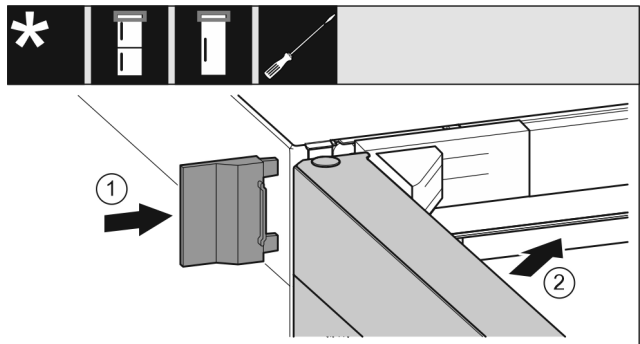

Fig. 65
- ▶ Tolja fel a külső fedelet Fig. 65 (1).
- ▶ Csukja be a felső ajtót Fig. 65 (2).